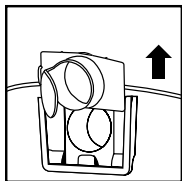

FIGURA 12
22. Retire el deflector de entrada de la guía del deflector. **NOTA:** Para poder retirar el deflector de entrada, antes hay que extraer la manguera. **FIGURA 12.**